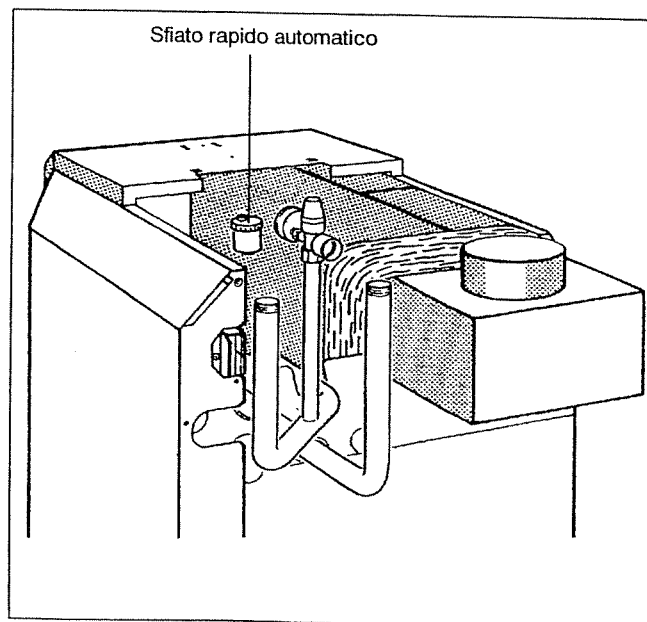
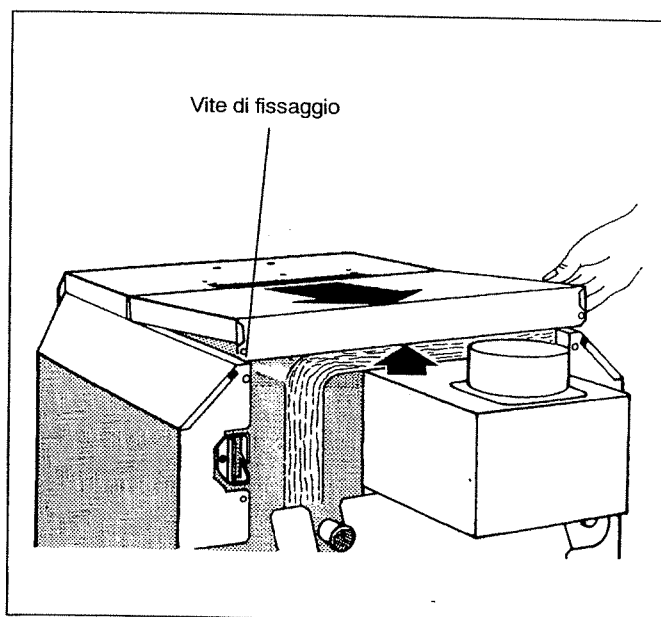

Fig. 10: Sfiato rapido automatico G124 XV
Fig. 12: Rimuovere il coperchio caldaia posteriore
La caldaia è ulteriormente sfiata attraverso lo sfiato rapido automatico: Aprire il cappuccio dello sfiato rapido automatico (Fig. 10). Per lo smontaggio del coperchio caldaia posteriore si rimanda a Fig. 12.
- Svitare le due viti di fissaggio dal coperchio caldaia posteriore. Sollevare il coperchio caldaia posteriore ed estrarlo dal retro (Fig. 12).